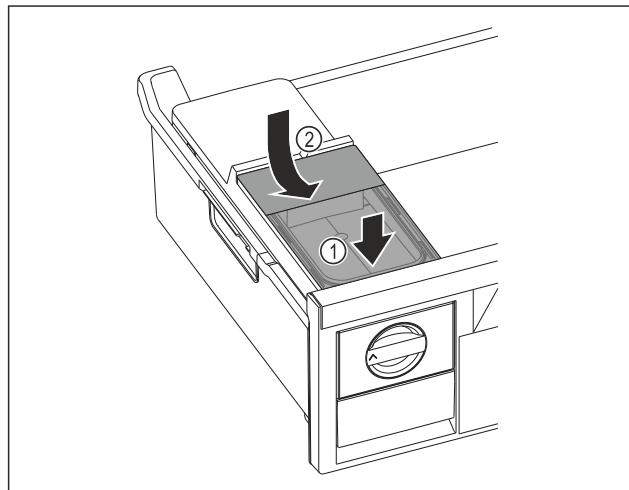

Fig. 129
- Поставете резервоара за вода отпред. Fig. 129 (1)
- Спуснете резервоара за вода отзад. Fig. 129 (2)